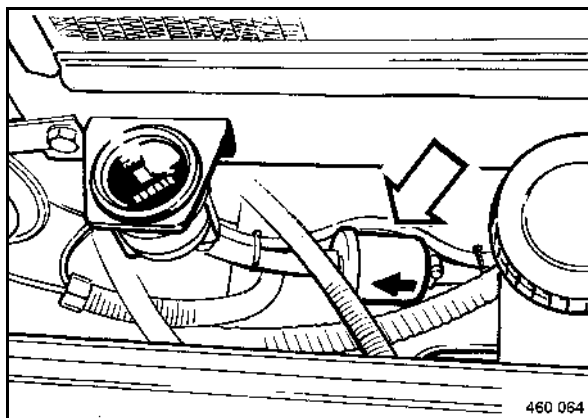

fig. 108
- Desserrer le collier (fig. 108).